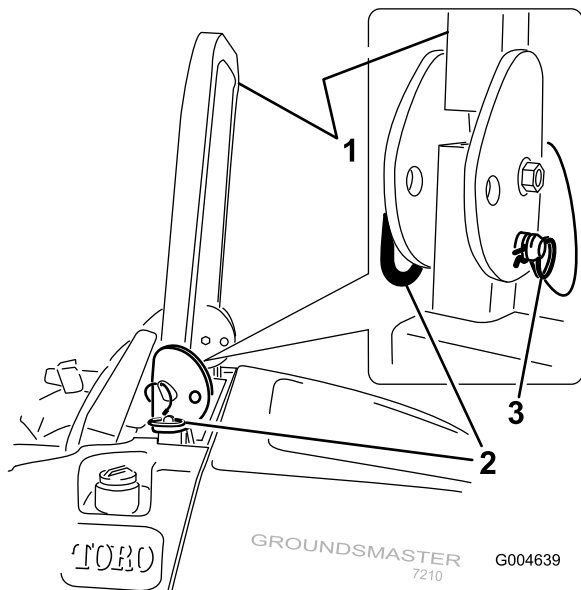

図 13
1. ROPS を下げるには、バーを前方に押して固定ピンに掛かっている力をゆるめた状態で、左右の固定ピンを抜き取る（図 13）。
3. ピンとヘアピン・コッターで固定する(図 13)。
4. ROPS を立てるには、機体の左右でヘアピン・コッターを抜き、ピンを外す(図 13)。
5. ROPS をまっすぐに立ててピンで固定し、ヘアピン・コッターでロックする(図 13)。